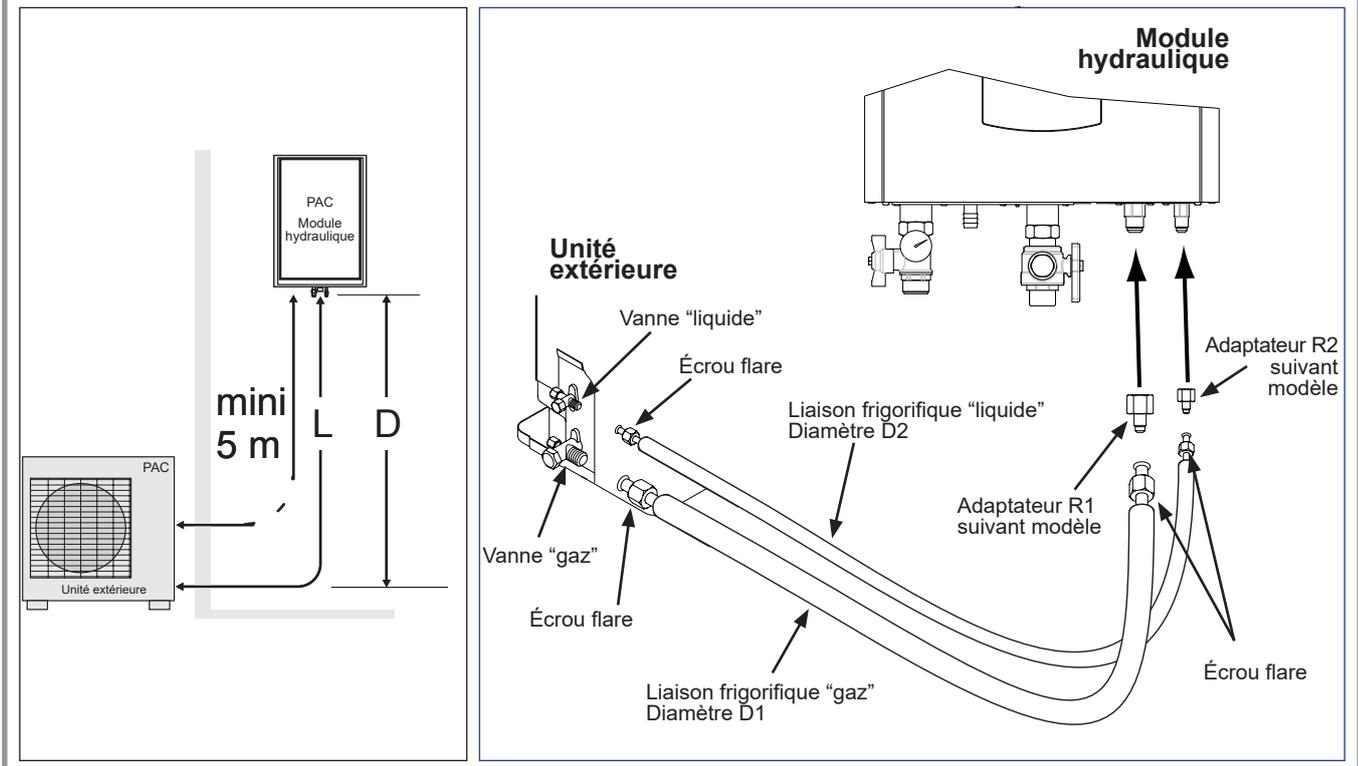

figure 18 - Raccordement des liaisons frigorifiques (diamètres et longueurs permises)
☞ Respecter les couples de serrage indiqués (figure 18).
- Retirer les bouchons d'accès (A) aux commandes des vannes.
- Remonter les 2 bouchons d'origine (en s'assurant de leur propreté) et les serrer avec le couple de serrage indiqué au tableau *figure 18, page 18*. L'étanchéité dans les bouchons est réalisée uniquement métal sur métal.